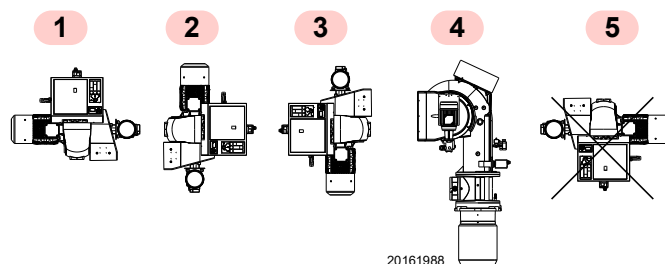

Рис. 10
- Пальник призначений для роботи тільки в положеннях 1, 2, 3 і 4 (Рис. 10).